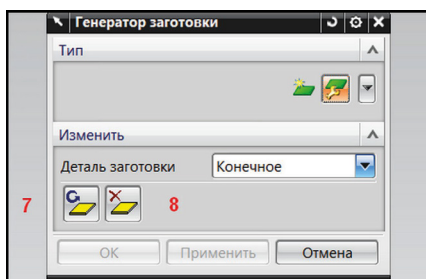

Рис. 4.5. Окно диалога «Генератор заготовки» с активной опцией «Изменить»
- 2 – **Изменить** (кнопка предназначена для обновления ЭМ заготовки или для ее удаления) (рис. 4.5).
Раздел **Изменить** (рис. 4.5) содержит опции: